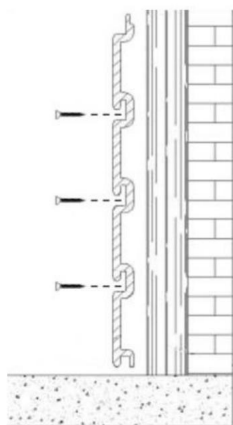
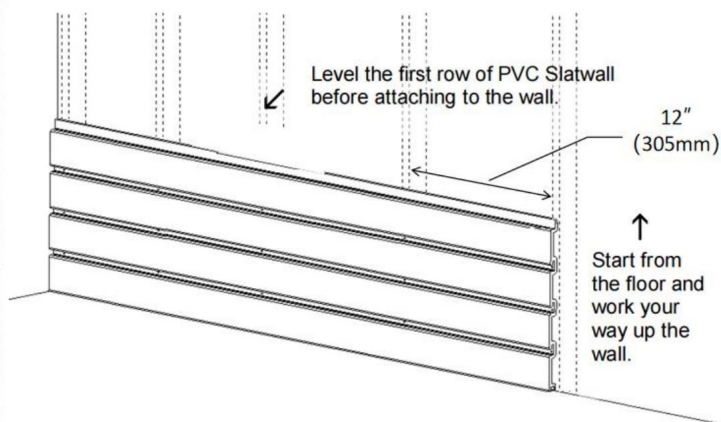

Figura 2
Figura 3
2. Si consiglia di installare le strisce di legno sulla parete a intervalli di 12" (305 mm). Quindi installare le viti nelle fessure dei pannelli della parete, come mostrato nella Figura 2 e nella Figura 3. Assicurarsi di livellare lo Slatwall prima di avvitare nei montanti di legno. Avvitare il pannello dello Slatwall, la coppia di serraggio del trapano elettrico è consigliata 18-38 NM.